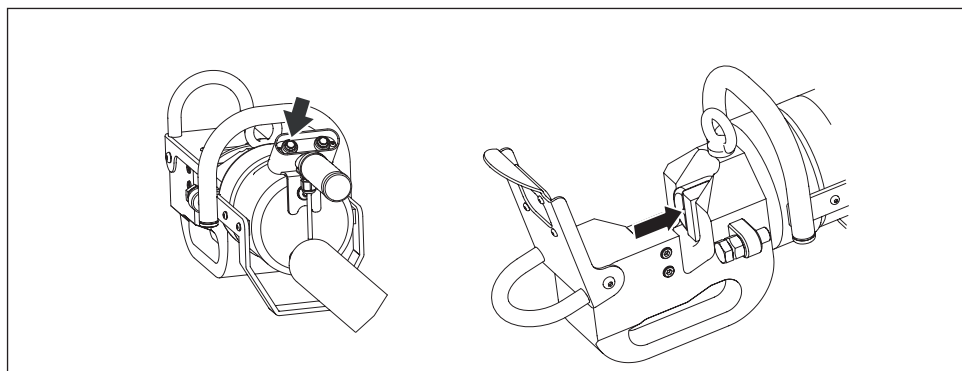

图 12，运行 - 回退
- 按下并按住回退按钮，可使活塞回退并使移动刀片向后滑动。参见图 12。